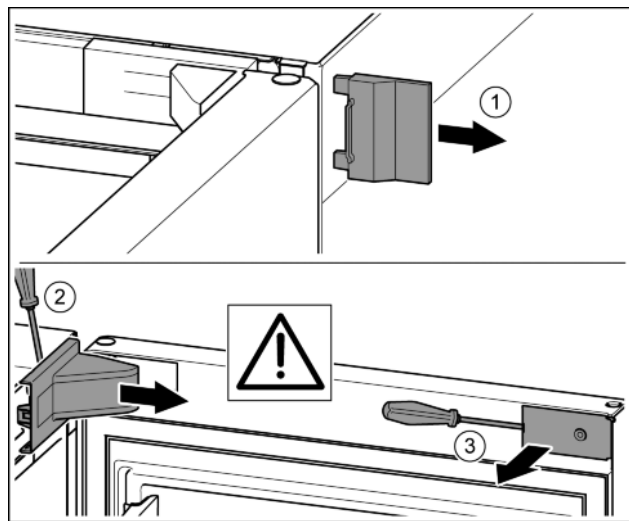

Fig. 8
- ▶ Снять внешнюю крышку. Fig. 8 (1)
- ▶ Вывести опорный кронштейн из зацепления при помощи отвертки и отсоединить. Снять крышку опорного кронштейна. Fig. 8 (2)
- ▶ Вывести накладку из зацепления и отвести в сторону. Fig. 8 (3)